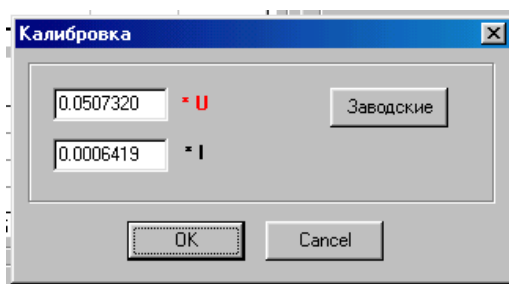

Рисунок 5
10.4.5 В случае необходимости следует провести калибровку прибора ИГУ 16.1 Для этого откройте панель калибровка «Опции» - «Калибровка» (рисунок 5)